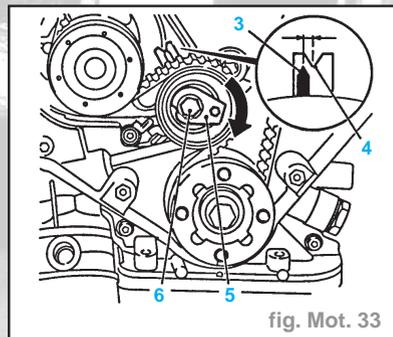

fig. Mot. 33
- Desserrer légèrement la vis de fixation (6) et tourner l'excentrique de réglage (5) dans le sens de la flèche (dans le sens des aiguilles d'une montre) jusqu'à ce que l'index (3) du galet-tendeur de courroie crantée se trouve environ à **4 mm** à gauche de l'encoche (4) (fig. Mot. 33).
- Serrer la vis de fixation (6) du galet-tendeur de la courroie crantée. Couple de serrage : **2,5 daN.m**